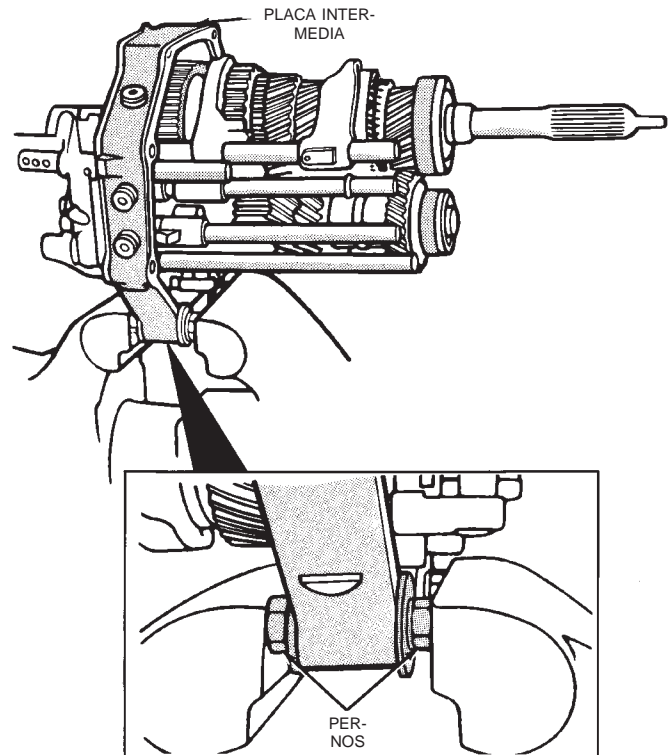

Fig. 49 Emplazamiento de la placa intermedia en la mordaza
(1) Instale pernos y arandelas adecuadas en la placa intermedia (Fig. 49). Sujete después el conjunto de placa y engranaje en la mordaza. Utilice suficientes arandelas como para impedir el contacto de los pernos. Verifique también que las mandíbulas de la mordaza sujeten las cabezas de los pernos.